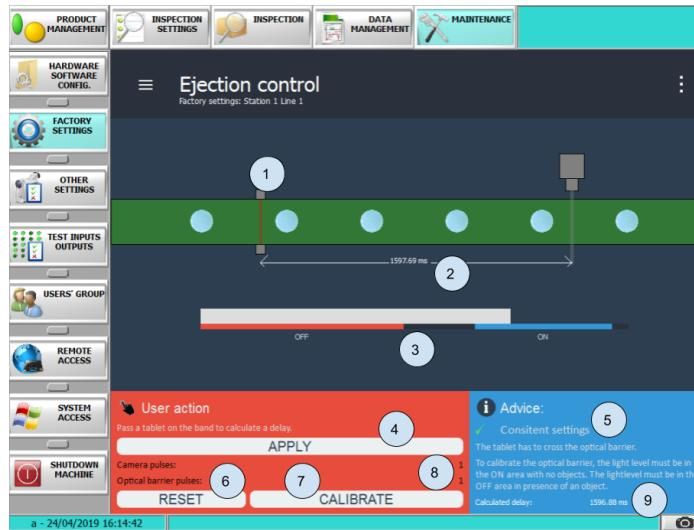

FIGURE 6.1 – IHM de contrôle d'éjection
- Remettre les compteurs à 0 en cliquant sur **RESET** (voir 6 Fig. 6.1).
Pour calibrer le seuil de déclenchement de la barrière optique, ouvrir le menu **Usine / Contrôle d'éjection** et cliquer sur le bouton “CALIBRER” (voir 7 Fig. 6.1). Un message doit apparaître pour valider la calibration ou avertir d'un problème. Si le bouton n'est pas visible, vérifier que vous avez choisi le bon modèle de barrière : “NUEP1\_FSN42N\_FUA05”.